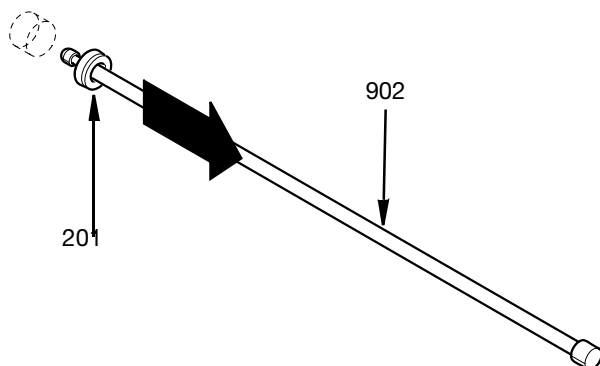

FIG. 34
Pour retirer un joint de tige, placez l'extrémité pointue de la tige d'installation du joint (902) au centre du joint de tige (201). Accrochez l'indentation de l'outil sur la face opposée du joint et retirez le joint des entretoises de garniture (203 et 204) ou du boîtier du cylindre pneumatique (509). Voir FIG. 34.